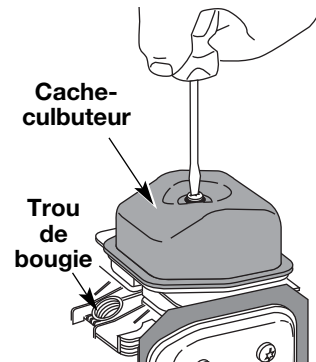

Fig. 42
7. Nettoyez toute saleté autour du cache-culbuteur. Retirez la vis retenant le cache-culbuteur à l'aide d'un tournevis à lame plate large ou à mèche no. T-25 Torx (Fig. 42). Enlevez le cache-culbuteur et le joint.
- Le piston est au sommet de sa course lorsqu'on regarde par le trou de la bougie (Fig. 42)